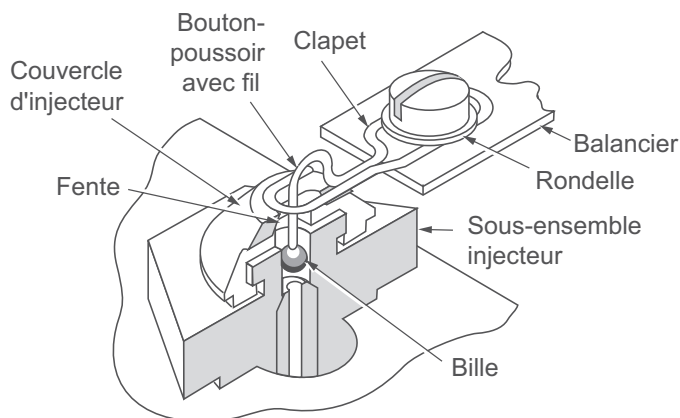

Figure 6 : Système d'injecteur et de clapet
- Inspectez le couvercle de l'injecteur pour vérifier que la fente en haut du couvercle de l'injecteur est parallèle au balancier, comme indiqué dans la Figure 6. Si le couvercle n'est pas parallèle au balancier, tournez-le soigneusement jusqu'à ce que la fente située en haut du couvercle soit parallèle au balancier, comme indiqué.
- Inspectez le clapet à fil pour vous assurer que le fil de débouchage est centré dans la fente du couvercle de l'injecteur et dans le trou de l'injecteur, comme indiqué dans la Figure 6.
- Appuyez doucement sur la bobine avec le doigt et réglez la butée (44) jusqu'à ce que la sortie soit comprise entre 0,069 et 0,103 bar (1 et 1,5 psi). Serrez le contre-écrou pour maintenir le réglage de la butée.